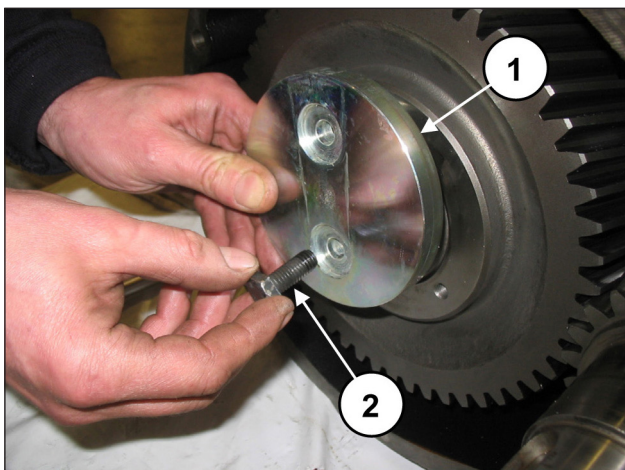

Fig. 63
Fixe a fixação da coroa (pos. ①, Fig. 63), usando os dois parafusos M10x25 (pos. ②, Fig. 63).